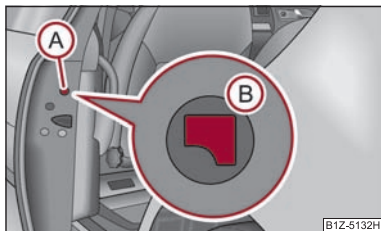

Fig. 26 Porta posteriore: Bloccaggio di emergenza della porta
- Rimuovere la mascherina  ⇒ fig. 26.